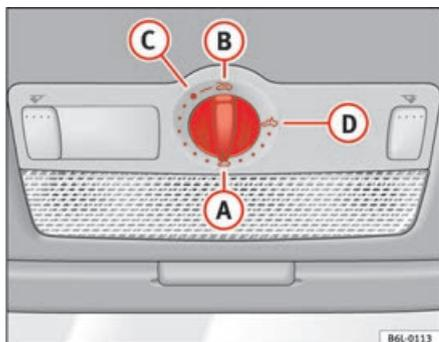

Fig. 54 Dettaglio del rivestimento interno del tetto: manopola del tettuccio scorrevole / sollevabile
- Ruotare la manopola sulla posizione **A** ⇒ fig. 54 ⇒